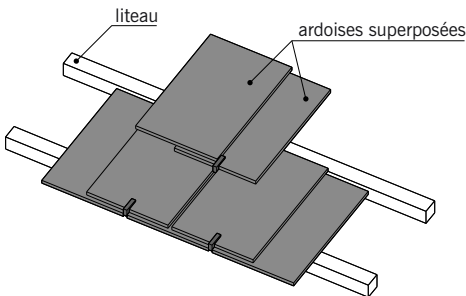

fig. 7.40
- La **pose à pureau développé** où chaque rang est constitué d'une double épaisseur d'ardoises dont les joints sont décalés d'une demi-largeur. Ce mode de pose nécessite moins de liteaux (fig.7.40).